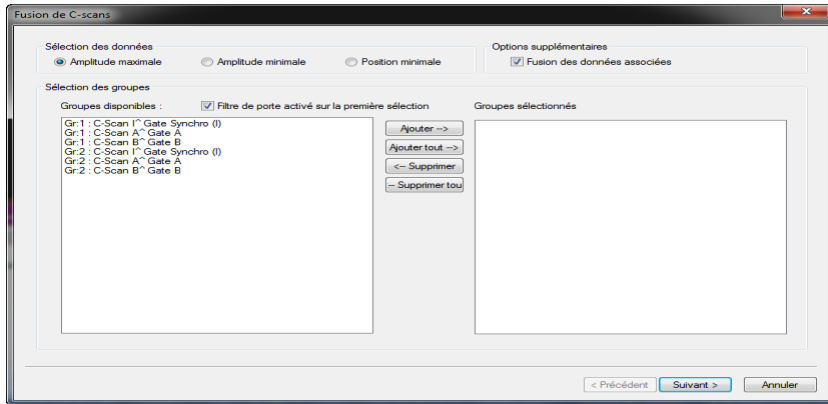

Figure 7-26 Exemple de la boîte de dialogue Fusion des C-scans (première étape)
3. Dans la boîte de dialogue **Fusion de C-scans** (voir la Figure 7-26 à la page 383) effectuez les tâches suivantes :